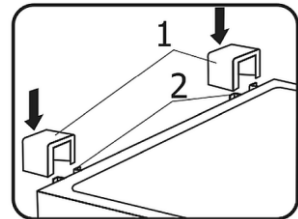

Abb. 4
8. Nehmen Sie die zwei Streben (1) und setzen Sie diese in die Führungen (2) im oberen Teil der Rückwand ein (Abb. 4).